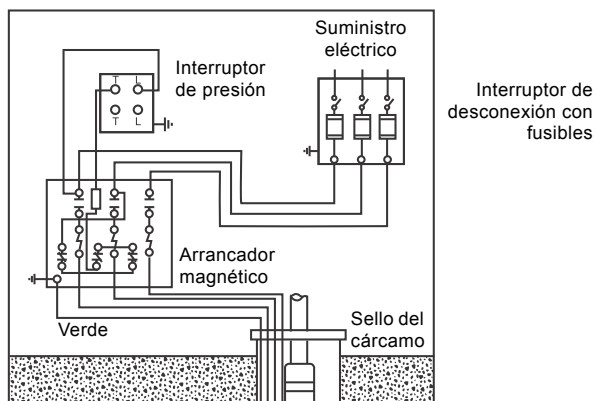

Fig. 12 Esquema de conexiones trifásico para motores Grundfos y de otros fabricantes
**Cada una de las tres fases del motor debe protegerse contra sobrecargas.** Los elementos de sobrecarga térmica deben dispararse antes de 10 segundos con la corriente a rotor bloqueado (durante el arranque). La fig. 12 muestra un esquema de conexiones para motor trifásico.